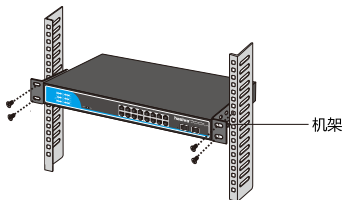

图1.1.2 交换机安装示意图
4. 用螺钉将L型支架固定在机架两端固定的导槽上，确保交换机稳定、水平的安装在机架上，如图1.1.2所示。